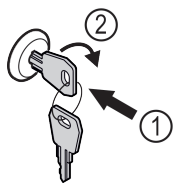

Fig. 75 Exempel
- Sätt in nyckeln Fig. 75 (1).
- Vrid nyckeln 90° medurs Fig. 75 (2).